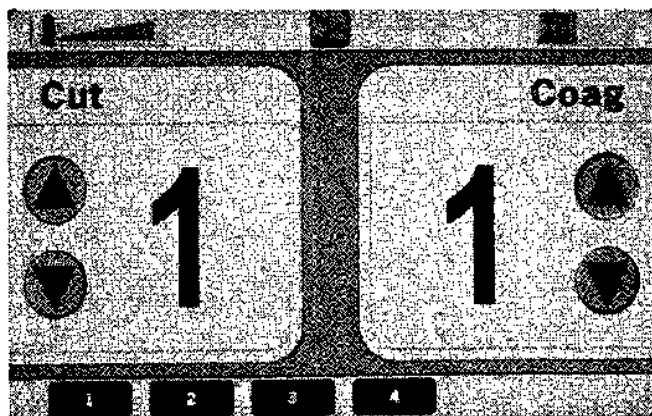

Figure 7. Panneau avant affichant l'écran avec un instrument électrochirurgical connecté
À la connexion, le générateur déclenche une alarme si l'instrument n'est pas reconnu comme un dispositif PEAK PlasmaBlade, s'il échoue à un test de l'appareil ou s'il est en fin de service. L'affichage bipolaire apparaît tel qu'indiqué à la figure 7. Il affiche également les niveaux de sortie par défaut pour l'incision et la coagulation. L'indicateur vert dans le coin droit en haut de l'écran affiche l'impédance de l'électrode de retour au patient lors de l'utilisation d'une électrode de retour au patient à deux feuilles.
- Si le générateur est allumé avec un *instrument électrochirurgical connecté* (avec ou sans l'électrode de retour au patient connectée), il affiche l'écran affichant les niveaux de sortie du point de réglage 1 pour l'incision CUT et la coagulation COAG. Le panneau avant affichant cet écran est illustré à la figure 7 pour une électrode de retour au patient à deux feuilles.